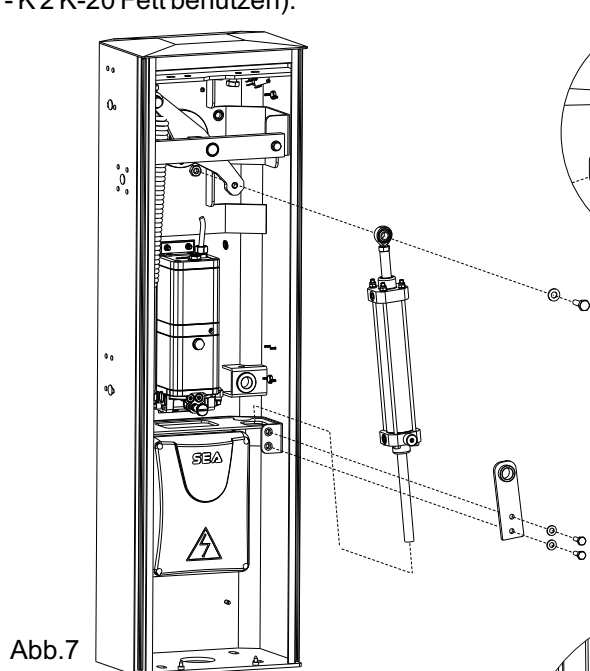

Abb.7
Handelt es sich um eine Schranke mit Öffnung rechts den Kolben von rechts nach links ummontieren, wie in Abb. 7 und 8.
**Hinweis:** Vor Reversierung des Kolbens die zwei Anschlüsse der Verbindungsrohre zwischen hydraulischer Einheit und hydraulischem Kolben um eine halbe Drehung lockern, um die Reversierung zu vereinfachen (nur auf der Einheit), wie in Abb. 7.
**Hinweis:** Für die richtige Ausbalancierung der Schrankenbaums wird empfohlen, den Kolben aus dem Schwinghebel auszuhängen indem man den Stift, wie in Abb. 7 herauszieht.